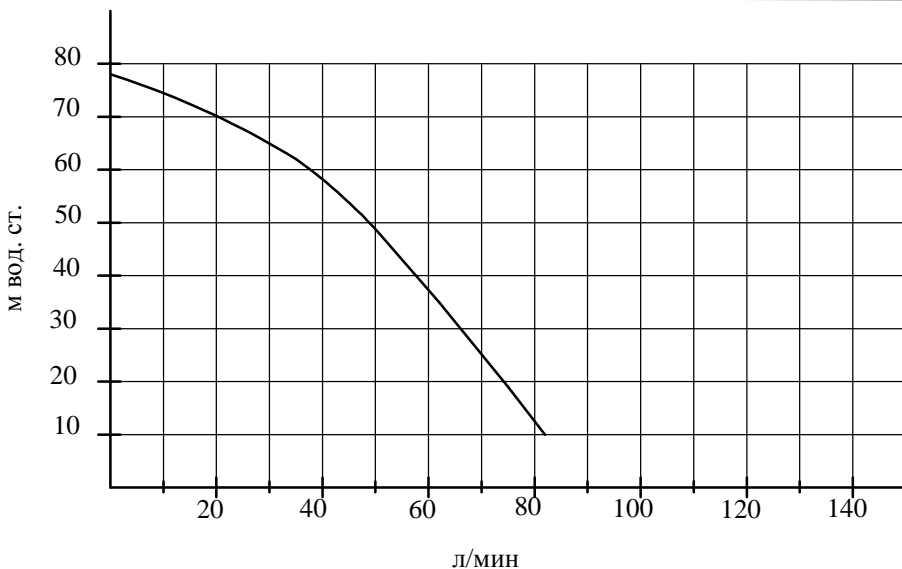

Рисунок 1 – Гидравлическая кривая МПОВ исполнение 00, 01, 02
1.1.2 МПОВ рассчитан для работы совместно с оросителем(ями), либо с УВП «Роса». Совместная работа оросителя(ей) и УВП «Роса» допускается (смотри рис. 1 и 2).
Диапазон рабочих подач насоса(ов), л/мин	см. рис. 1
Диапазон рабочих напоров насоса(ов), м вод. ст.	см. рис. 1